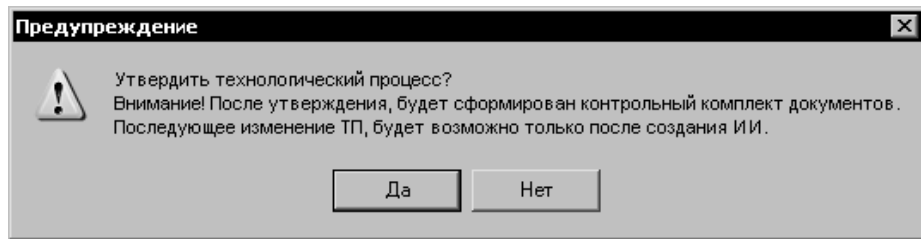

Рис. 10.2. Предупреждение при утверждении ТП
5. Нажать кнопку **Да** в ответ на появившееся предупреждение (рис. 10.2).